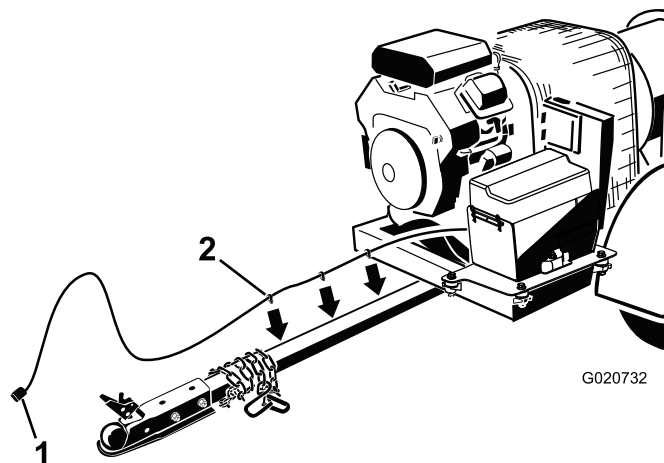

図 7
3. ワイヤハーネス・ヒッチチューブの右側に沿って配線する (図 7)。
4. ハーネスクリップを、ヒッチチューブの側面の穴に差し込んで固定する (図 7)。